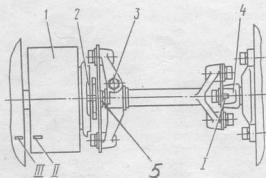

Рис. 5. Установка начала впрыска топлива в 1-ом цилиндре двигателя по меткам:
- проверить положение меток на торце корпуса муфты опережения впрыска и фланце ведущей полумуфты привода ТНВД (Рис. 5). Если риски находятся внизу, вывести фиксатор из зацепления с маховиком, повернуть коленчатый вал еще на один оборот, при этом фиксатор должен войти в зацепление с маховиком;
- повернуть коленчатый вал двигателя до совмещения меток II и III (Рис. 5) на корпусах ТНВД и автоматической муфты опережения впрыска топлива;
- ослабить верхний болт 5 (Рис. 5) ведомой полумуфты привода, повернуть коленчатый вал по ходу вращения и ослабить второй болт;